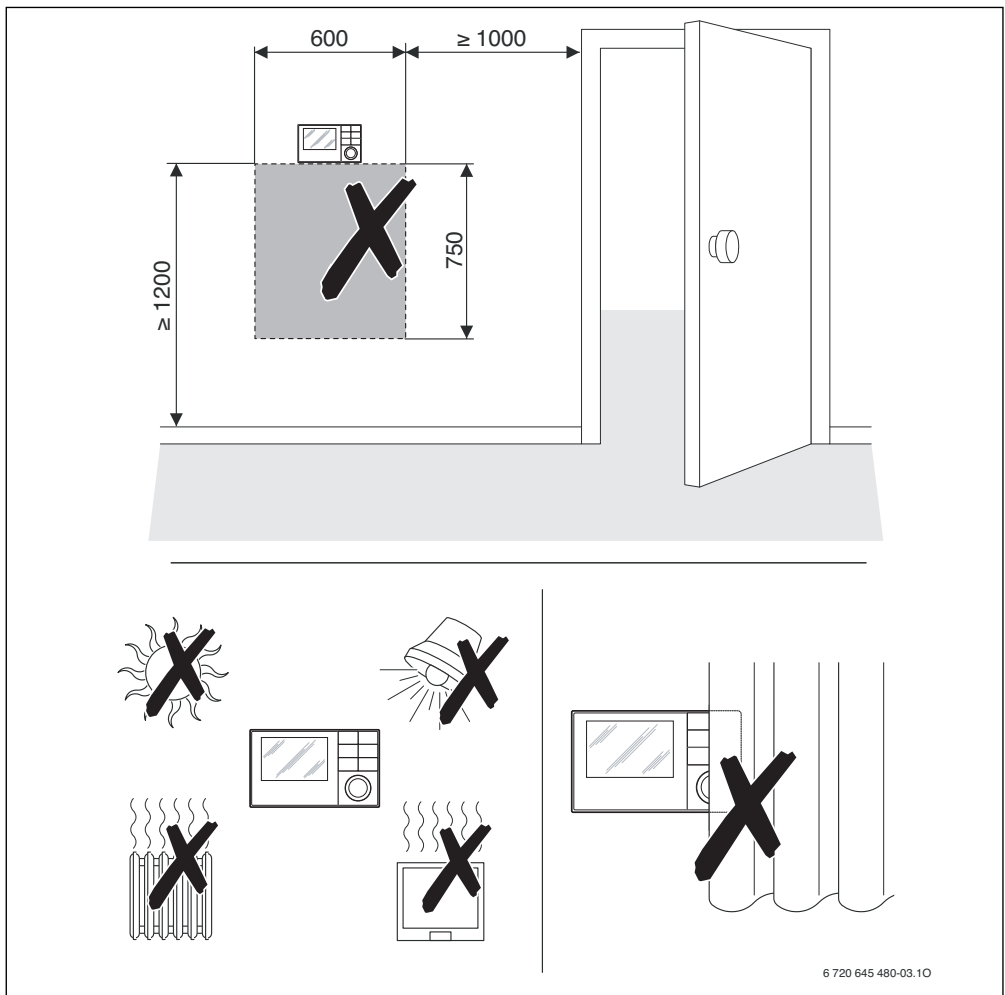

Рис. 4 Место установки пульта в контрольном помещении
- Место установки (= контрольное помещение) должно подходить для регулирования отопительной системы (→ рис. 4, стр. 9).